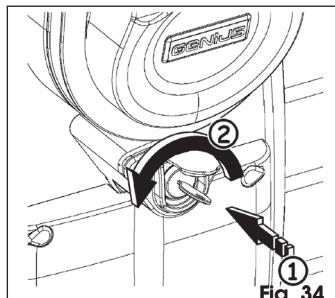

Fig. 34
1. Inserte la llave personalizada y colóquela en posición de "**STOP**", para ello gírela en sentido antihorario hasta su tope, Fig. 34.